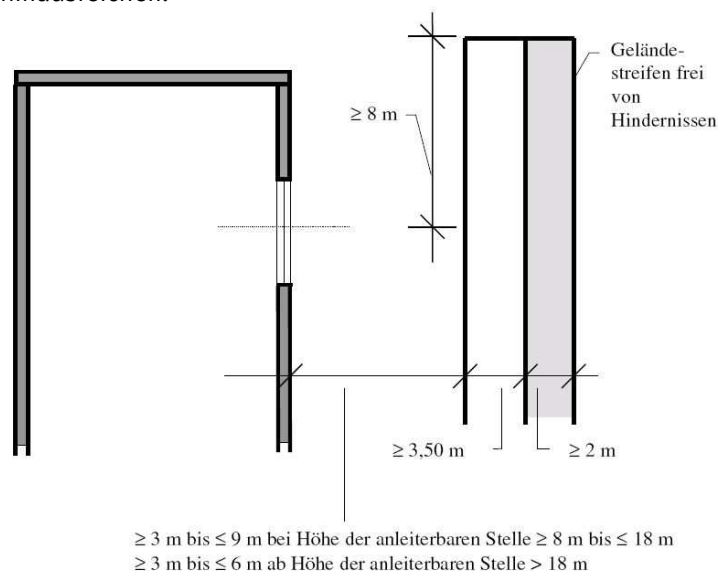

Bild 2
4.1 Aufstellflächen entlang von Außenwänden (Bild 2)